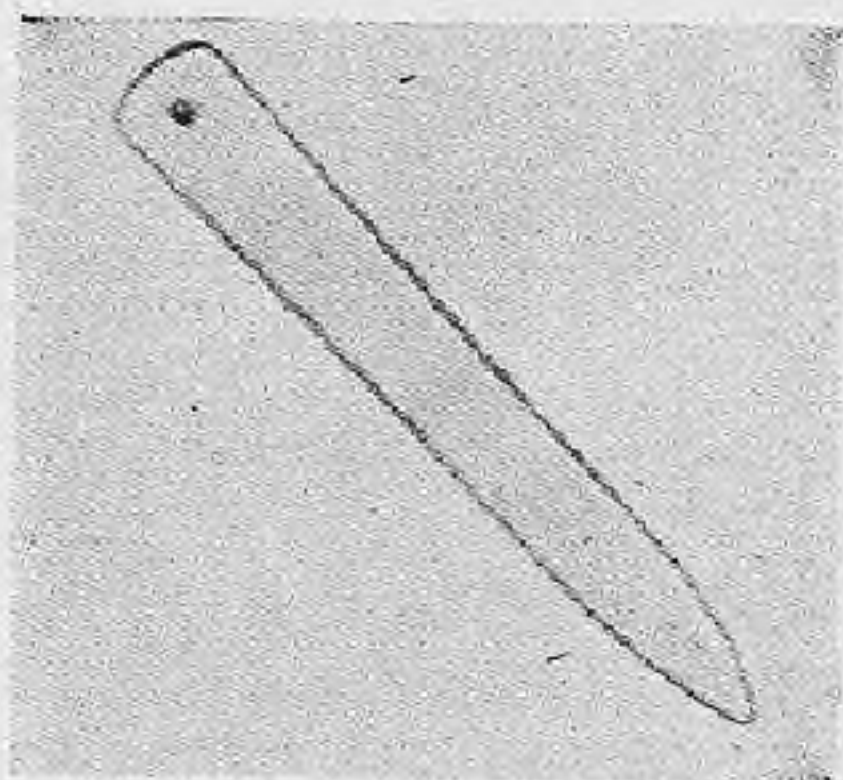

Fig. 234. — Herramienta para desmontaje y montaje de la junta del cristal posterior y el parabrisas.
3. Introducir el extremo agudo de la herramienta (fig. 234) entre la chapa de la carrocería y el labio exterior del marco de goma; con la herramienta introducida se recorre todo el contorno del marco, a fin de despegarlo todo alrededor.